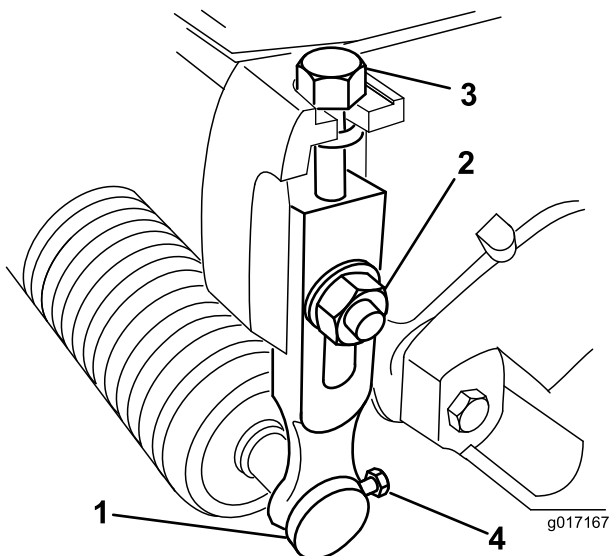

Figura 1
2. Desaperte os parafusos que prendem o eixo do rolo frontal aos braços da altura de corte (Figura 1).
3. Retire o rolo frontal (Figura 1).
4. Retire os parafusos do arado, as anilhas e porcas que prendem os braços da altura de corte à placa lateral da unidade de corte (Figura 1).
6. Retire os parafusos de ajuste dos braços da altura de corte (Figura 1).